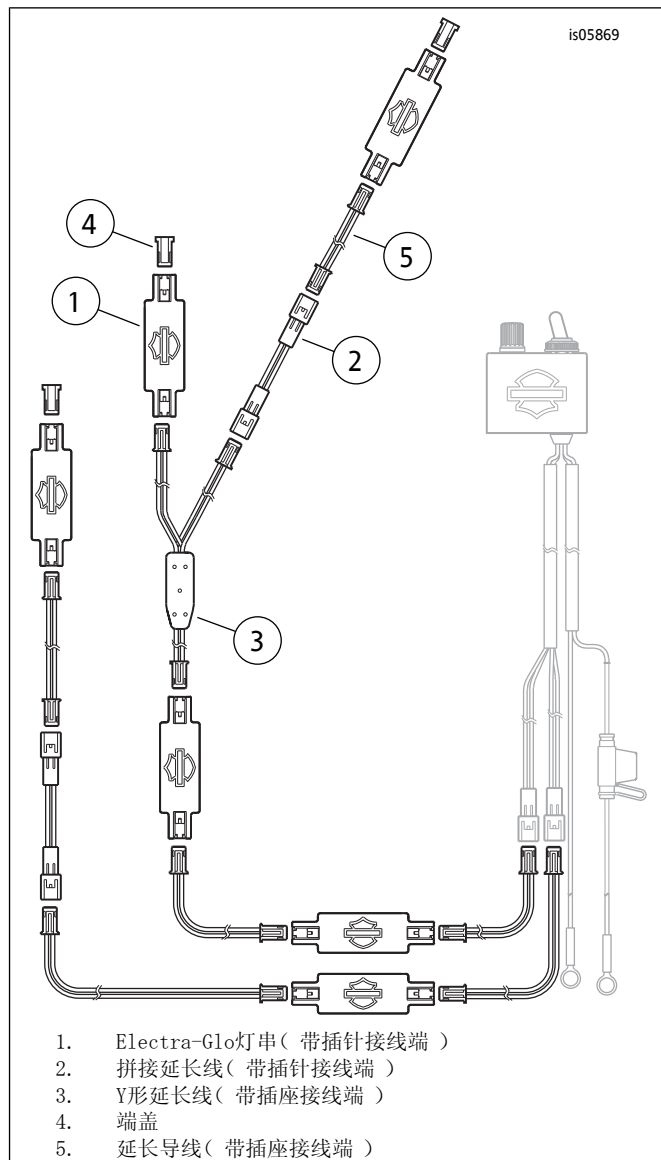

图1。灯串布置(示例)
2. 参见图1。按需组合延长导线(5)、Y形延长线(3)、拼接延长线(2)和端盖(4)，以在所选位置组装灯串(1)的串联电路。